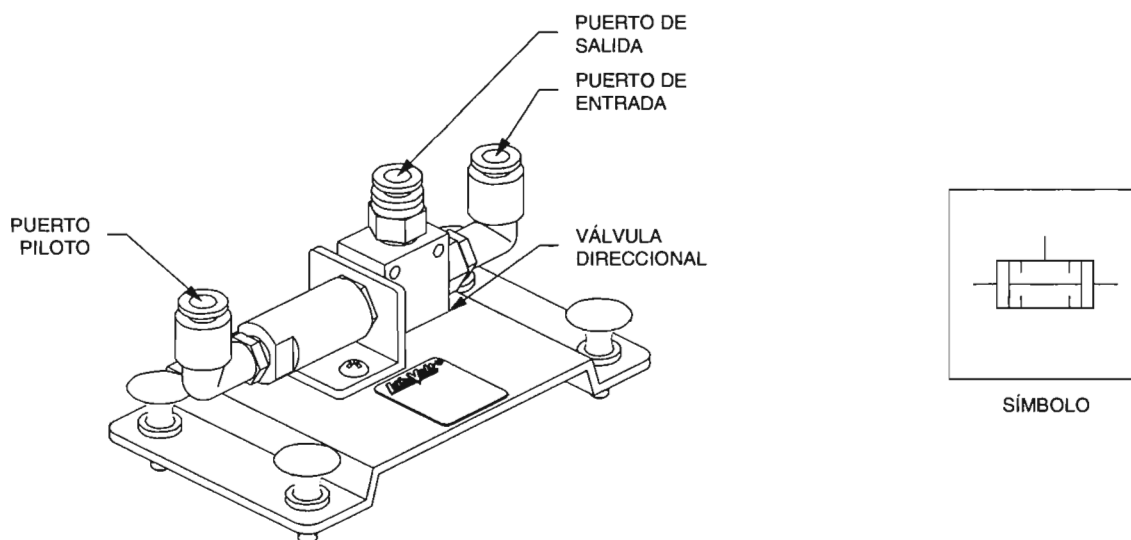

Figura 2-22. Válvula de función Y.
La Válvula de función Y proporcionada con su equipo didáctico es una válvula direccional accionada por piloto neumático, de 2 posiciones, de tres vías, normalmente sin paso. Como lo muestra la figura 2-22, cuando una presión es aplicada al puerto piloto, la bobina se desplaza y la presión de entrada, si es que la hay, llega a estar disponible en el puerto de salida. Permanece en esta posición hasta que la presión es aplicada al puerto piloto. La presión de salida corresponde a la presión de entrada.
- ☐ 10. Reemplace la válvula de charnela por la válvula de función Y. Conecte el puerto de salida de la válvula direccional VD1 al puerto piloto A de la Válvula de función Y, y el puerto de salida de la válvula direccional VD2 al puerto de entrada. Si es necesario, consulte la figura 2-22 para identificar los puertos de las válvulas.